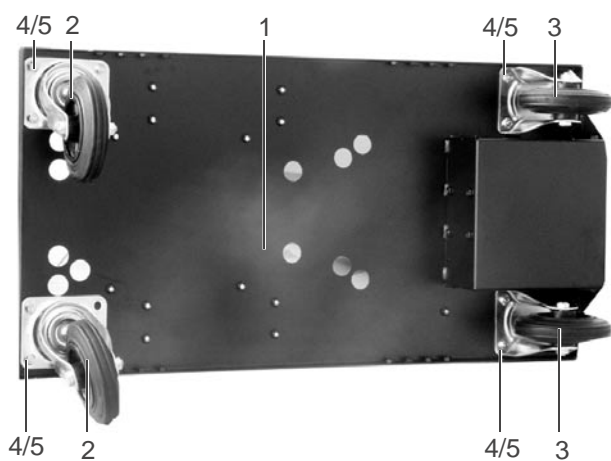

Рис. 3/6
- Привинтить опорные (3) и направляющие ролики (2) с помощью крепежных винтов (4) и блокирующих гаек (5) к нижней панели (см. также рис. 3/1).